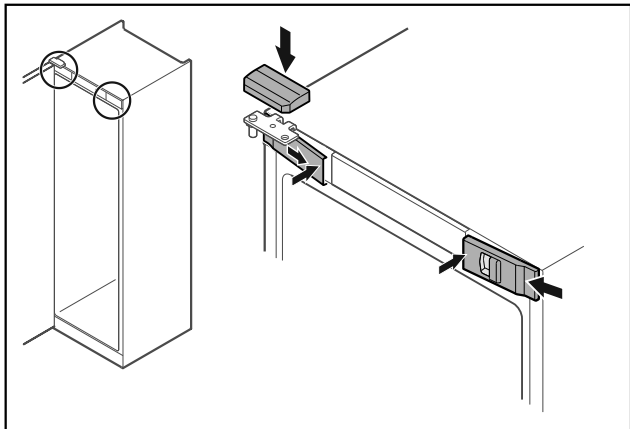

Fig. 46
- Kiinnitä etusuojukset Fig. 46 (1) sivulta ja lukitse sisäpuolelta paikalleen.
- Paina ylempi suojus Fig. 46 (2) yläkautta paikalleen.